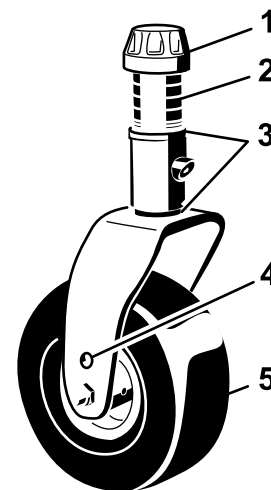
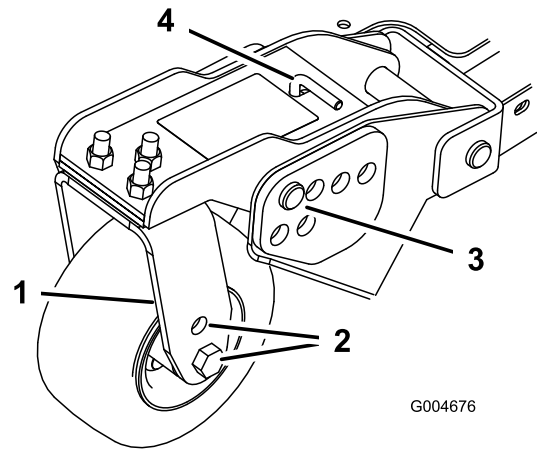
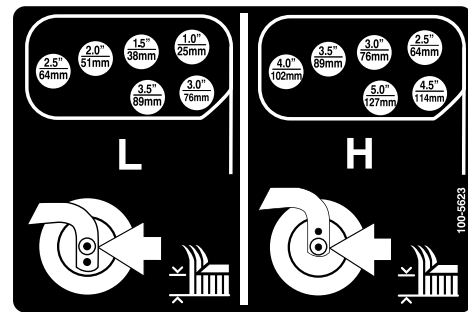

Figura 24
Figura 26
Figura 27
- Coloque os eixos da roda giratória nos mesmos orifícios em todas as forquilhas da roda giratória (Figura 24 e Figura 26).
- Retire a tampa de tensionamento do eixo roscado e desloque o fuso para fora do braço da roda giratória (Figura 24).
- Retire o perno de gancho e os pinos de segurança dos braços articulados da roda giratória (**Figura 26**).
- Rode a barra tensora para levantar ou descer o braço articulado, até os orifícios se encontrarem alinhados com os orifícios da altura de corte desejados, na estrutura da plataforma do cortador (**Figura 26** e **Figura 27**).